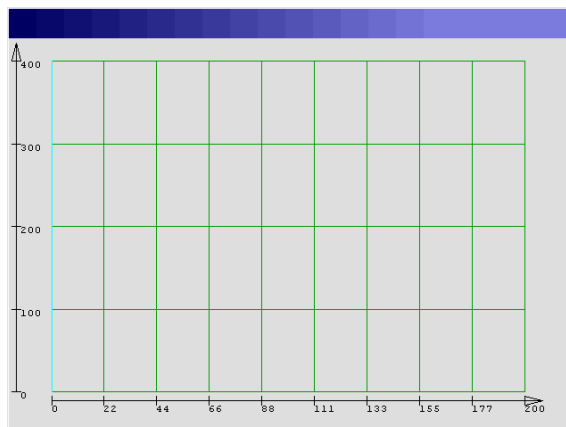

Рис. 5.23 - Окно режима «Поиск» меню «3D профиль»
- **Поиск** – запускается режим зондирования и отображается окно (Рис. 5.23) с координатной сеткой, где по горизонтальной оси нанесена
- нажать кнопку «Поиск» режима «3D профиль», на экране дисплея прибора отобразится окно (Рис. 5.23)
- установить прибор на коврик разметочный в начальной точке первой вертикальной линии (параллельной оси Y коврика разметочного), соответствующей первому вертикальному профилю, заданному в меню прибора. На экране дисплея этот профиль будет подсвечиваться голубым цветом (Рис. 5.23). Нажать кнопку «Enter» и начать передвигать прибор снизу-вверх вдоль вертикальной оси коврика разметочного, таким образом, чтобы центральное колесо (колесо датчика перемещений) перемещалось непосредственно по самой линии, при этом на экране дисплей первая вертикальная линия будет закрашиваться в зеленый цвет (Рис. 5.25);